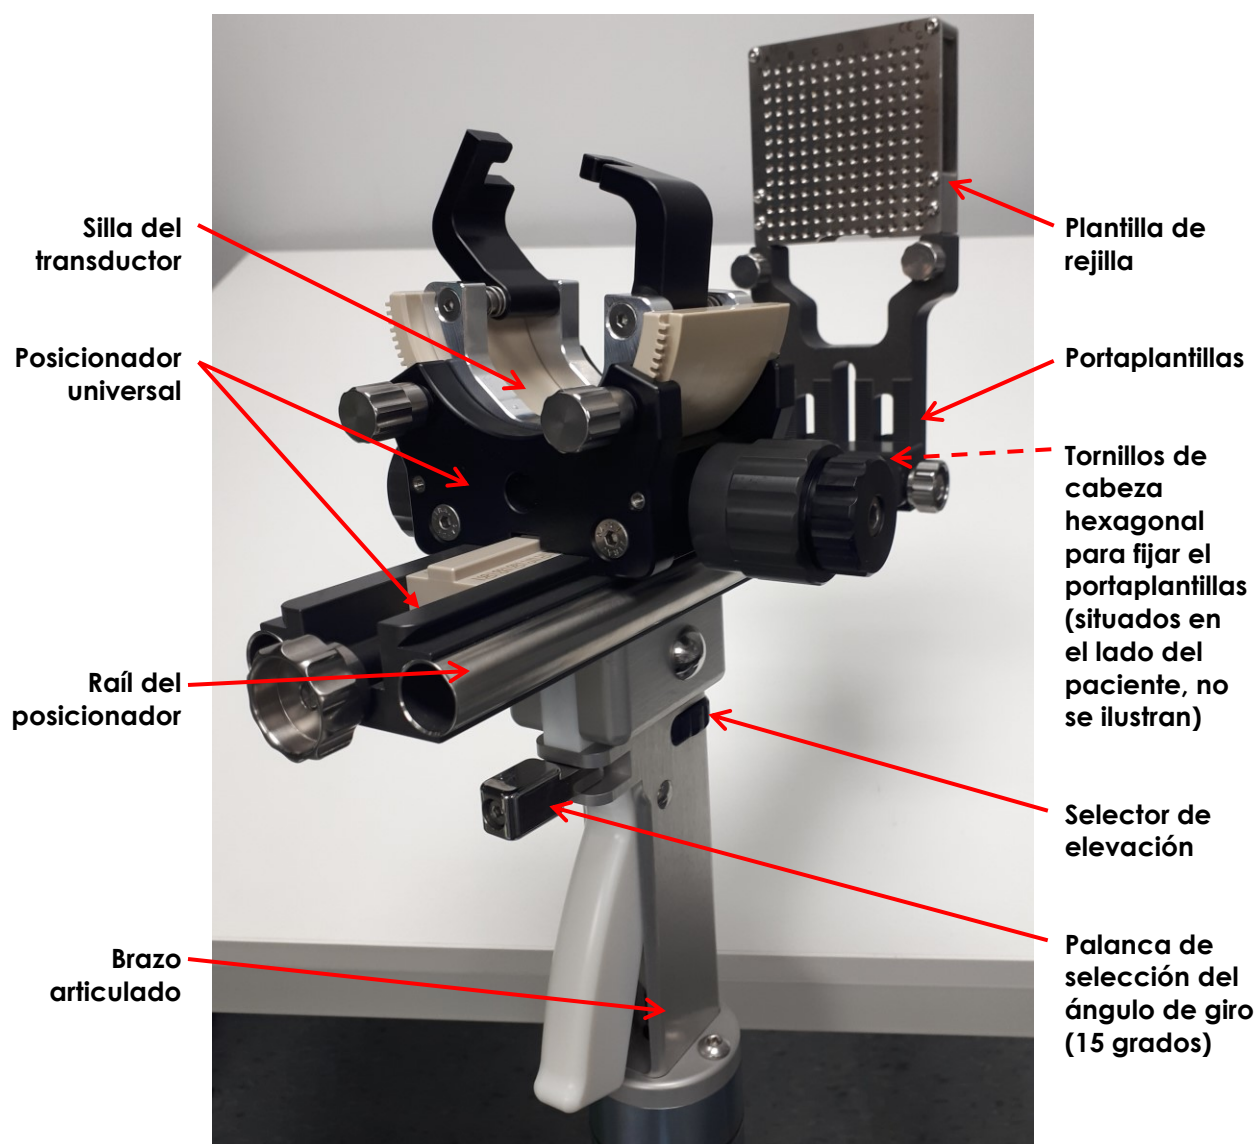

Figura 11. Componentes del posicionador transperineal que deben desinfectarse
El equipo debe limpiarse antes de cada uso como corresponda en función del procedimiento. Después de cada uso, siga los procedimientos de limpieza y eliminación de residuos adecuados. En la Figura 11 se ilustran los componentes del posicionador transperineal que deben limpiarse, desinfectarse y esterilizarse.
- Instrucciones de limpieza, desinfección y esterilización del raíl del posicionador, la plantilla de rejilla reutilizable, el portaplantillas y la silla del transductor (consulte la Figura 11)